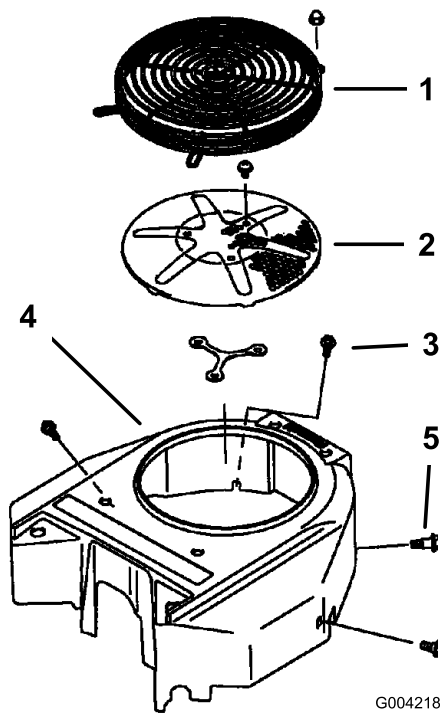

Figura 62
3. Togliete la griglia della presa d'aria e la sede della ventola (Figura 62).
5. Installate la griglia della presa d'aria, l'avviatore autoavvolgente e la sede della ventola (Figura 62).